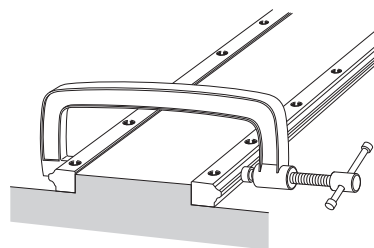

Fig.22
- (2) Utilice un tornillo de banco pequeño para sujetar los dos rails LM a la base, de forma tal que éstos establezcan contacto cercano con la superficie de referencia. Luego ajuste los tornillos de montaje con el par de apriete recomendado (consulte B1-101). (Fig.22)